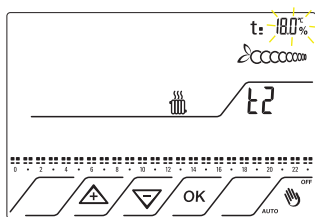

Fig.29
7.7 Successivamente compare la fascia di temperatura relativa a T2. Lampeggia la relativa temperatura impostata 18°C. Fig.29